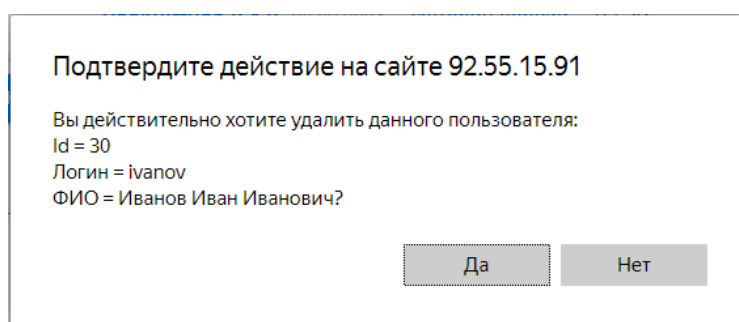

Рис. 7.8 – Подтверждение удаления пользователя
- 3) в появившемся окне подтвердить удаление записи (см. рис. 7.8).